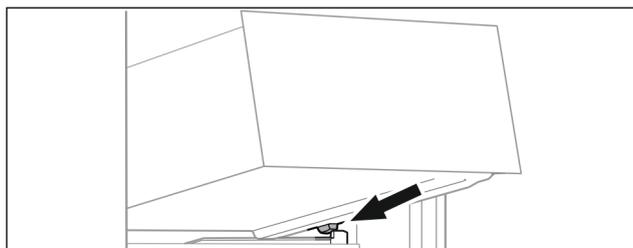

Fig. 19
- ▶ Placer le tiroir, en l'inclinant, derrière les butées sur la nervure de récipient. (voir Fig. 19)